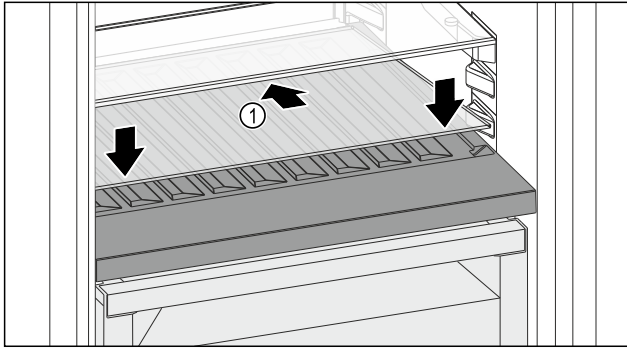

Fig. 146
- Placer la plaque de verre Fig. 146 (1) en biais et inclinée vers le bas.
- Abaisser l'avant de la plaque de verre Fig. 146 (1).